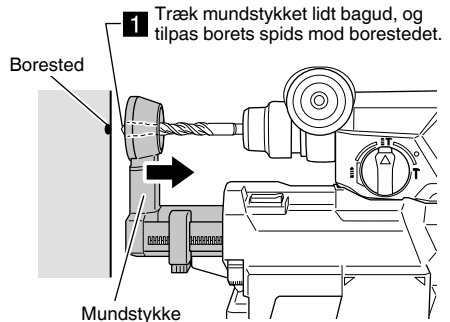

Fig. 10
- (1) Tag fat i mundstykket med hånden, og træk det lidt bagud, og ret boret's spids ind med det punkt, der skal bores. (Fig. 10)